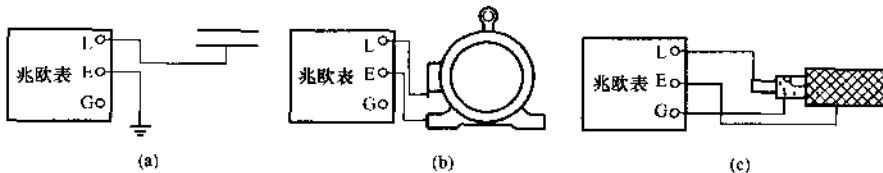

图2-11 用绝缘电阻表测量接线图
(1) 测量照明或电力线对地的绝缘电阻，将绝缘电阻表接线柱的E端可靠地接地，L端接到被测线路上，如图2-11(a)所示。测量线路接好后，可按顺时针方向摇动绝缘电阻表的发电机摇把，转速由慢变快，一般约一分钟后发电机转速稳定时，表针也稳定下来，这时表针指示的数值就是所测得的绝缘电阻值。
(2) 测量电机的绝缘电阻值，将绝缘电阻表接线柱的“E”接机壳，“L”接到电机绕组上，如图2-11(b)所示。
(3) 测量电缆的绝缘电阻值，测量电缆的导电线芯与电缆外壳的绝缘电阻时，除将被测两端分别接“E”和“L”两接线柱外，还需将“G”接线柱引线接到电缆壳芯之间的绝缘层上，如图2-11(c)所示。